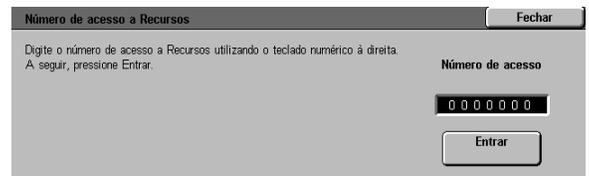

Figura 4: tela Número de acesso a recursos
- 2 Toque no botão **Recursos** para exibir a tela Número de acesso a recursos, conforme ilustrado na Figura 4.